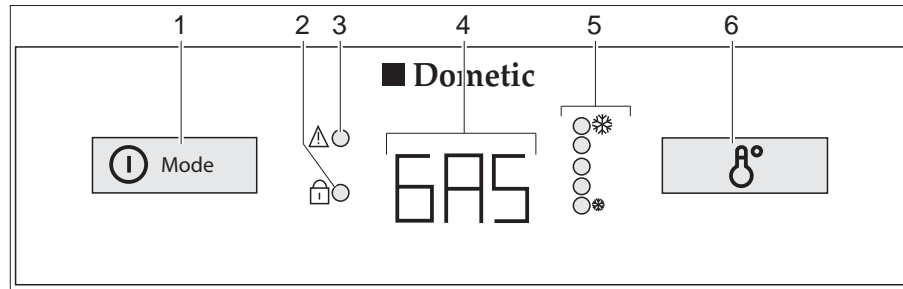

Fig. 236 Boutons de commande pour le réfrigérateur (Dometic Série 8 avec AES)
En cas de dysfonctionnement, l'indicateur DEL de dysfonctionnement "⚠" (Fig. 236,3) clignote.
Lorsque l'alimentation 230 V n'est **pas** branchée et le moteur du véhicule est à **l'arrêt**, le AES choisira automatiquement l'alimentation en gaz. Dès que le fonctionnement au gaz est activé, la veilleuse de sécurité s'ouvre automatiquement, de sorte que le gaz peut arriver au brûleur. En même temps, l'allumage électronique est connecté. Si la flamme s'éteint, p. ex. en raison d'un courant d'air, l'allumage s'active automatiquement et rallume le gaz. En cas de dysfonctionnement du régime au gaz, le texte "GAS" clignote dans le voyant de contrôle (Fig. 236,4).
Lorsque le réfrigérateur est mis en marche, il choisit automatiquement la température moyenne du thermostat. Ce réglage peut cependant être corrigé manuellement à l'aide d'interrupteur réglage de la température (Fig. 236,6). Les indicateurs DEL (Fig. 236,5) indiquent le réglage du thermostat sélectionné. La température de réfrigération de tous les trois types d'énergie est réglée par le même interrupteur. Il faudra attendre quelques heures jusqu'à ce que le réfrigérateur ait atteint sa température normale de réfrigération. Il garde toutefois son réglage de température lorsqu'on change d'un mode à un autre. La température de réfrigération est maintenue indépendamment du type d'énergie choisi.
- Appuyer sur le commutateur/sélecteur de source d'énergie (Fig. 236,1) pendant 2 secondes pour mettre l'appareil en marche. Le dernier mode de fonctionnement sélectionné est indiqué dans le voyant de contrôle (Fig. 236,4).
- Choisir le type d'énergie à l'aide du commutateur/sélecteur de source d'énergie (Fig. 236,1).
- Régler la température de refroidissement sur l'interrupteur de réglage de la température (Fig. 236,6). Les indicateurs DEL (Fig. 236,5) indiquent le réglage du thermostat sélectionné.
- Appuyer pendant 2 secondes sur le commutateur/sélecteur de source d'énergie (Fig. 236,1). Tous les indicateurs s'éteignent.